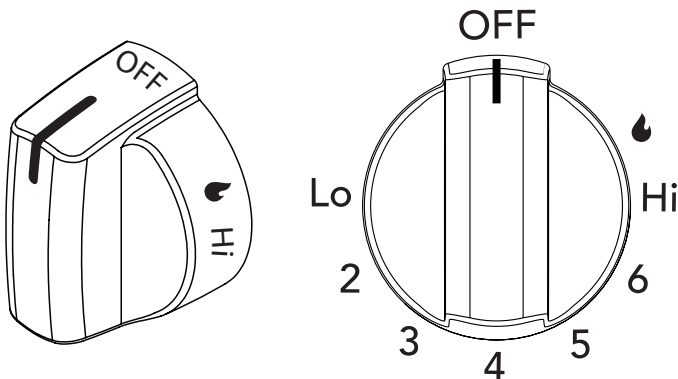

Figura 7: Perilla de control superior
2. Empuje la perilla de control de superficie del quemador hacia adentro y gírela en sentido contrario a las agujas del reloj hasta la posición "🔥" lite (Figura 7).